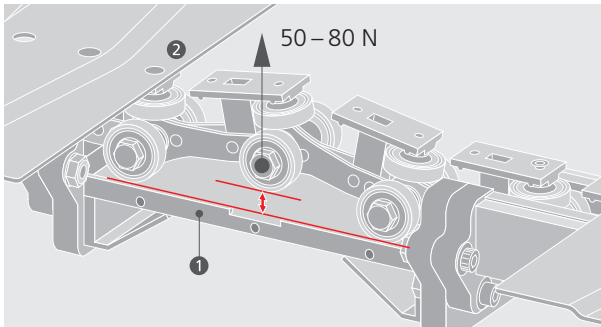

Abbildung 7.2.1
- Kanaleinfüllstück (1) gemäß Abschnitt 5.12 öffnen und Spiel der Plattenkette (2) prüfen. Das Spiel muss zwischen 2 cm und 4 cm betragen. (Abb. 7.2.1)